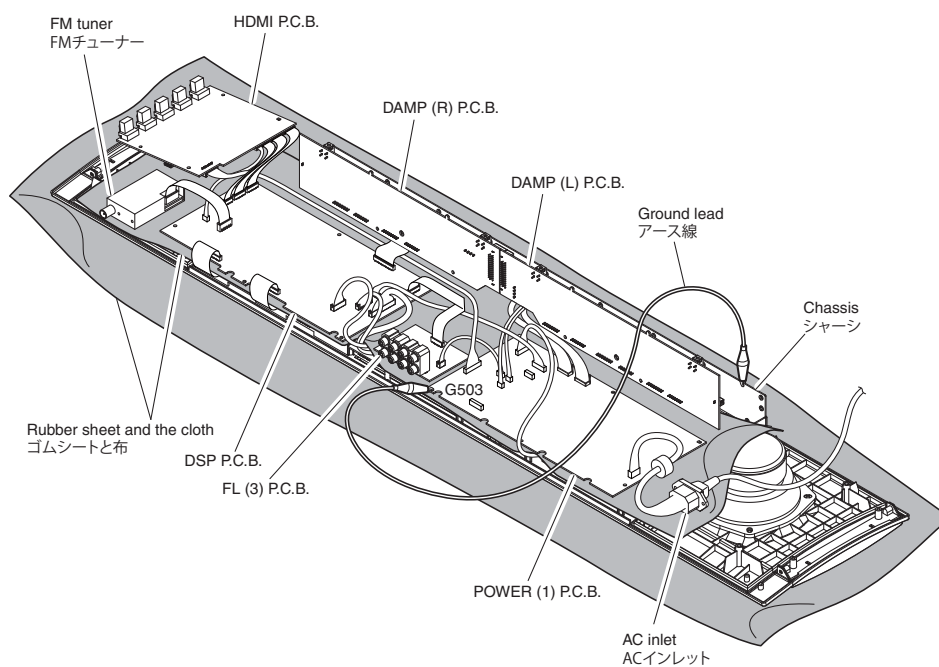

Fig. 5
- Spread the rubber sheet and the cloth. Then place the P.C.B.s on the cloth and check it. (Fig. 5)
- Connect the ground point (G503) of the POWER (1) P.C.B. to the chassis with a ground lead or the like. (Fig. 5)
- ゴムシートと布を敷き、その上に P.C.B. を置いてチェックします。(Fig. 5)
- POWER (1) P.C.B. の G503 のアースをアース線等でシャーシに接続してください。(Fig. 5)